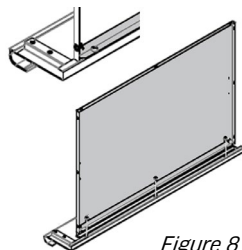

Figure 8
15. Fixez le panneau inférieur du tiroir (n° 14-1) à la cornière sur le tiroir avant (n° 14-2) à l'aide de trois vis M4 x 10 (n° 3). Les bords pliés du panneau inférieur doivent être orientés vers l'extérieur (fig. 8).